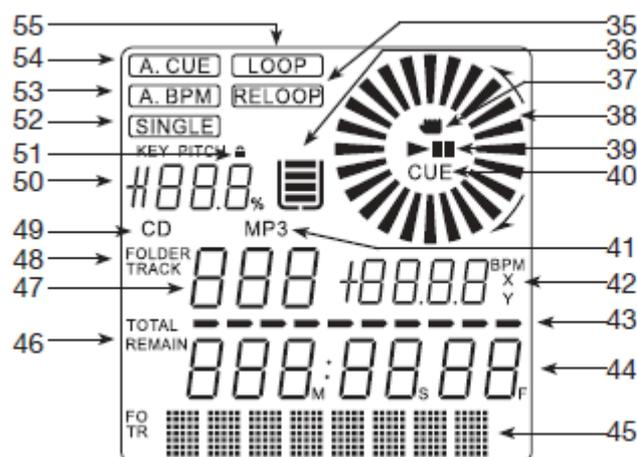

Figure 6
34. TIROIR D'ACCUEIL : Ce plateau est utilisé pour charger un disque compact ou l'en éjecter. Le tiroir est ouvert et fermé par pression du bouton OUVRIIR/FERMER (16). N'essayez jamais de forcer un tiroir d'accueil à s'ouvrir ou se fermer lorsque l'appareil est éteint.
D. PANNEAU ÉCRAN LCD (FIGURE 6)